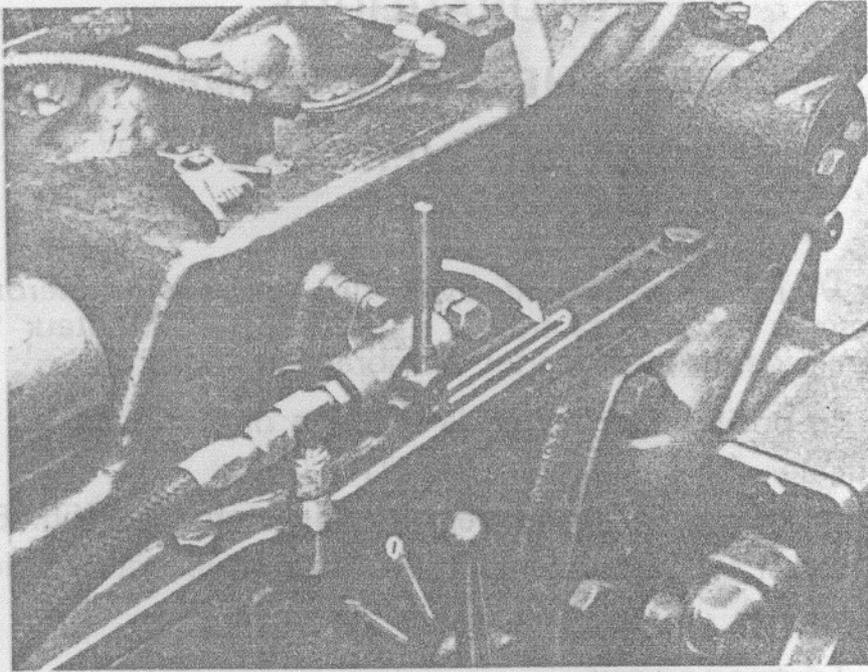

Fig. 64
- Si le tracteur est équipé du robinet distributeur, positionner la manette à l'horizontale vers l'arrière (fig. 64).